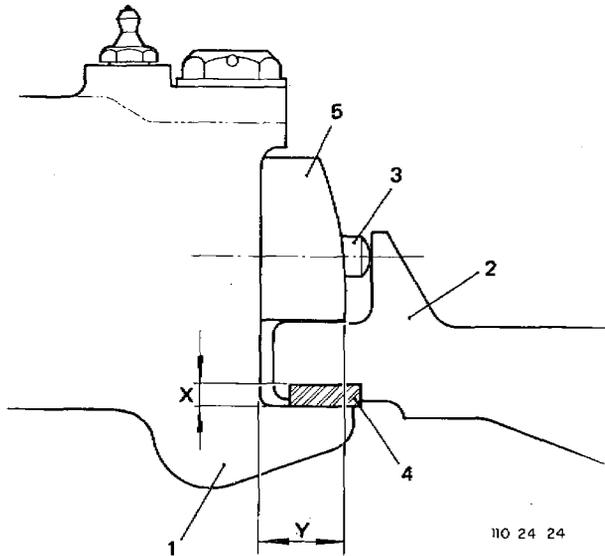

Figura 4-37. Regulagem da Folga na Haste de Travamento
**4-72. REGULAGEM DAS TRAVAS "EMBAIXO" DO TREM DE POUSO PRINCIPAL (figura 4-37)**
1. Com o trem travado embaixo, segure firmemente a haste de travamento à altura de sua articulação central; force a haste de travamento para cima e para baixo, verificando qualquer folga porventura existente entre o pistão da trava (5) e a semi-haste inferior (2).